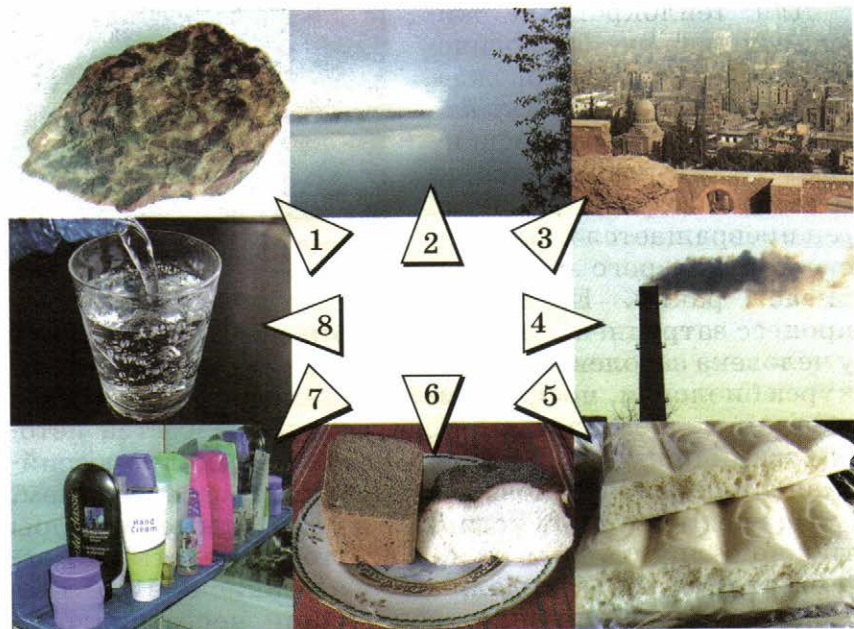

Рис. 88. Дисперсные системы
6. Как классифицируют дисперсные системы по агрегатному состоянию дисперсионной среды и дисперсной фазы? Приведите примеры, используя рисунок 88.